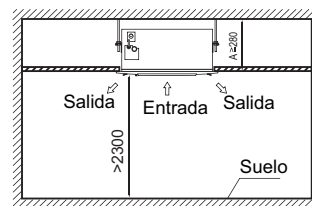
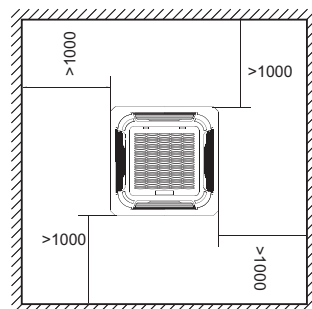
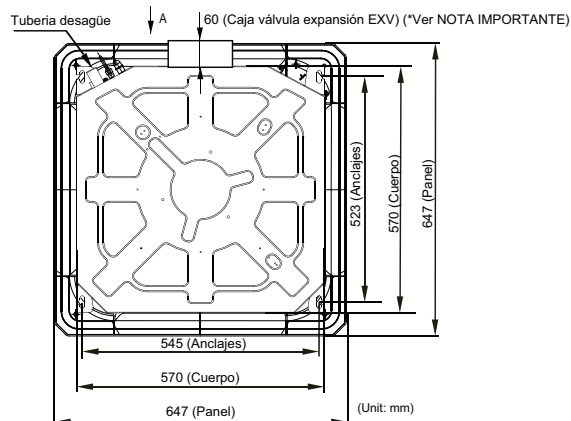
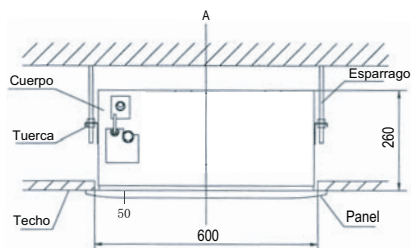

Fig.5-1
Fig.5-2
Fig.5-3
Fig.5-4
(vea Fig. 5-1, Fig. 5-2, Fig. 5-3 y Tabla: 5-1 para las especificaciones.)
1. Corte en el techo un orificio cuadrangular de 600 x 600 mm siguiendo la forma de la plantilla (ver Fig.5-3, Fig.5-4).